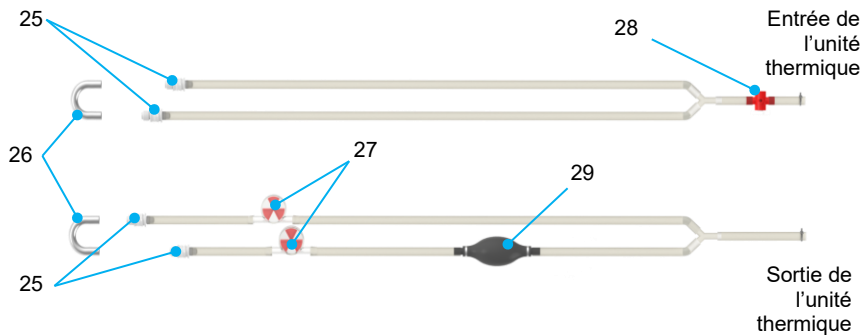

Figure 7 Tubage de l'unité thermique
L'unité thermique maintient la température de la solution de perfusion en circulation à l'aide d'éléments Peltier. En fonction de la température réglée, ces éléments refroidissent ou chauffent le circuit d'eau interne par effet thermoélectrique. Pour transférer la température du circuit d'eau interne à la solution de perfusion, l'unité thermique est raccordée par un tuyau en silicone aux orifices de l'échangeur de chaleur des deux oxygénateurs ; voir Figure 7 et Figure 14. L'orifice de sortie de l'unité thermique est relié à l'orifice « entrée d'eau » de l'échangeur de chaleur et l'orifice d'entrée de l'unité thermique est relié à l'orifice « sortie d'eau » de l'échangeur de chaleur.
- Placez le tubage thermique (Figure 7) avec le raccord du tubage d'eau (élément 26) le plus bas possible. Veillez à ce que, lors du remplissage et du dégazage (section 2.3.1), l'entrée et la sortie de l'unité thermique (Figure 7, éléments 21 et 22 soient au point le plus élevé, de sorte que les bulles d'air se déplacent vers l'unité thermique.
- Pressez à plusieurs reprises le ballon de dégazage (Figure 7, élément 29) pour chasser autant d'air que possible du tubage de l'unité thermique du côté AH.